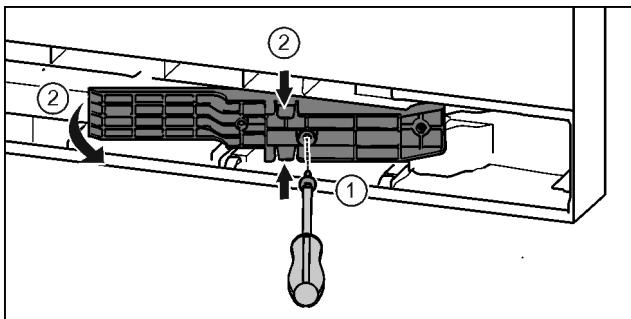

Fig. 22*
- ▶ Викрутіть гвинти за допомогою викрутки T15.* Fig. 22 (1)
- ▶ Витягніть деталь адаптера.* Fig. 22 (2)